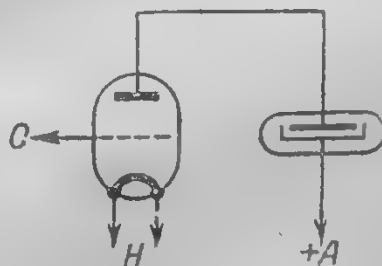

Рис. 8
1) Не включай лампу без добавочного сопротивления—сгорит (при включении в анодную цепь, согласно рис. 8, можно включать без сопротивления).